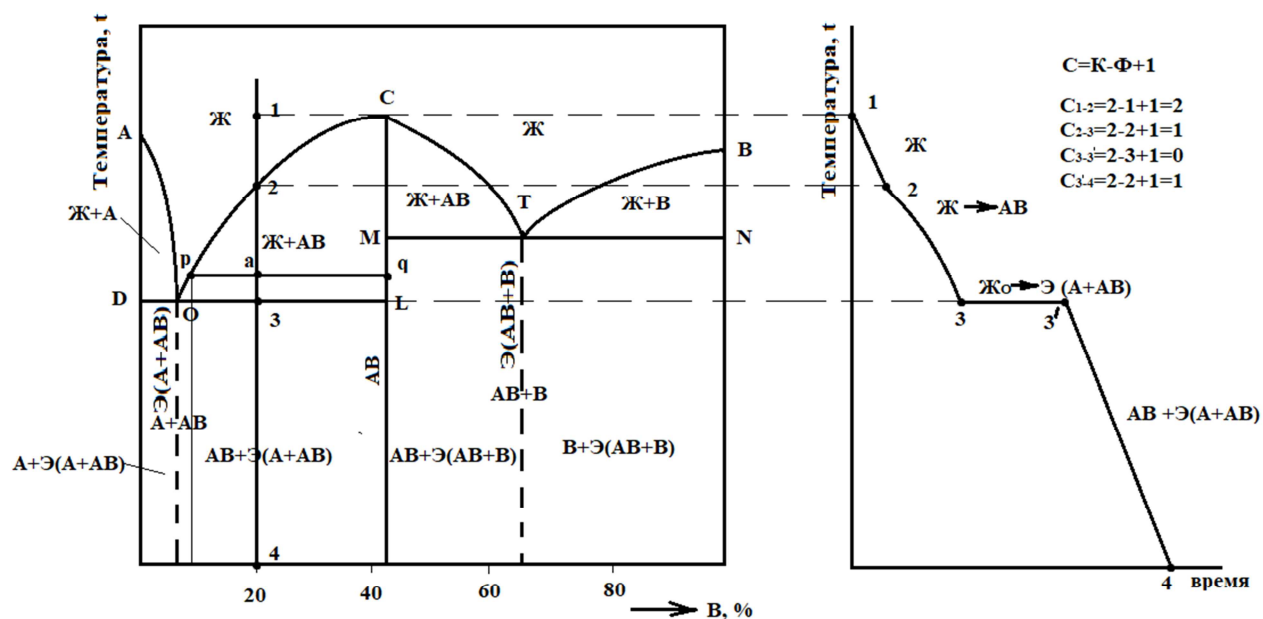

Рисунок 2
1. Нарисовать диаграмму состояния сплавов с устойчивым химическим соединением (см. рис. 2).
4. Для сплава с содержанием 80 % А (20% В) построить кривую охлаждения и указать происходящие при этом превращения (см. рис. 2).